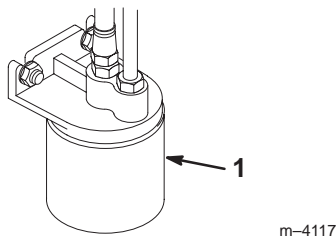

Figure 44
3. Placez un bac de vidange sous le filtre, déposez le filtre usagé et essuyez la surface du joint de l'adaptateur (Fig. 44).